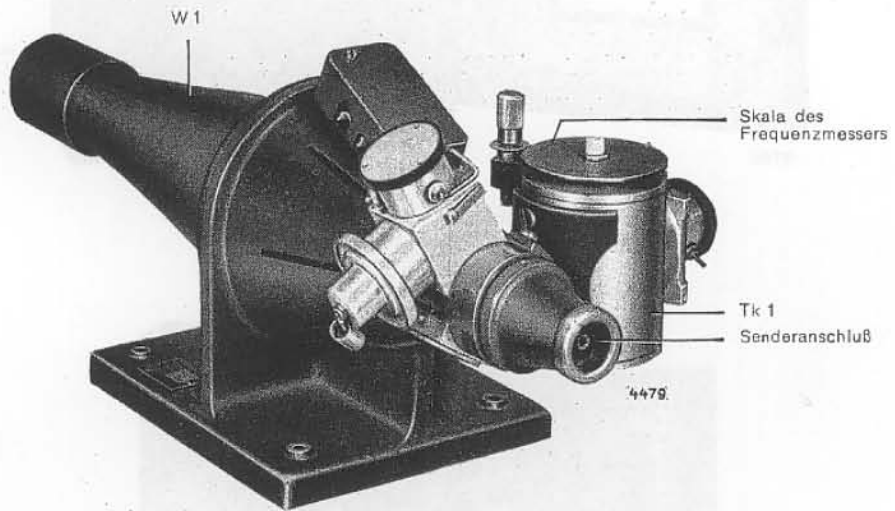

Abb. 2. Abschlußwiderstand
- a) Abschlußwiderstand (Abb. 2)